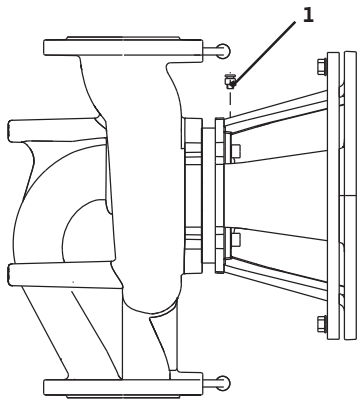

Fig. 40: Zawór odpowietrzający
- Pompy należy odpowietrzać poprzez poluzowanie zaworów odpowietrzających (Fig. 40, poz. 1.). Praca na sucho prowadzi do zniszczenia uszczelnienia mechanicznego pompy. Nie wolno odpowietrzać czujnika różnicy ciśnień (ryzyko zniszczenia).